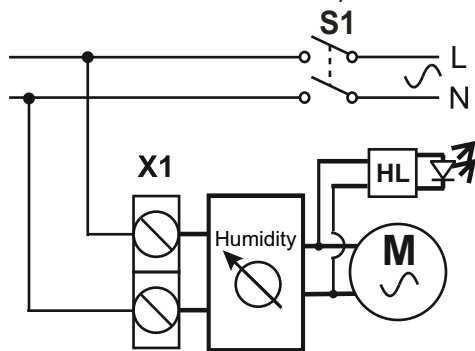

Рис. 1. Схема электрическая вентилятора «STANDARD HT»
1. Подключить сетевые провода 2 согласно электрической схеме (рис.1), монтажной (рис.2).